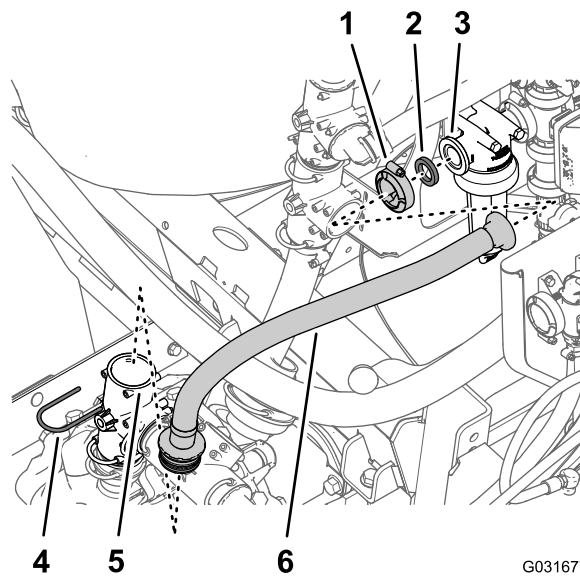

图 215
1. 卸下将供水软管直通宝塔接头固定至打药泵 T 形接头的卡环并从 T 形接头上拆下直通接头图 215。
2. 拆下将供水软管和垫片固定到滤头法兰的法兰夹具并从机器上取下软管图 215。